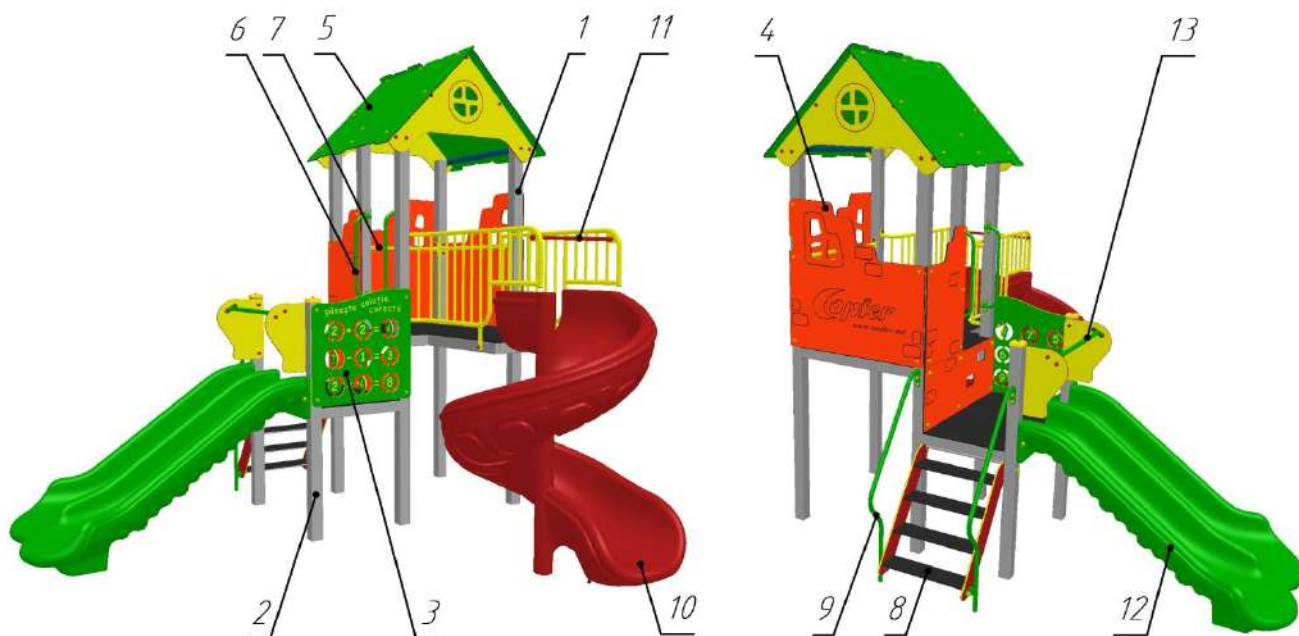

Fig.1 Vista generală a complexului de joacă pentru copii PTP 27-05
- **4.1.** Complexul de joacă PTP 27-05 (vezi Fig. 1) reprezintă o structură modulară și este alcătuit din: